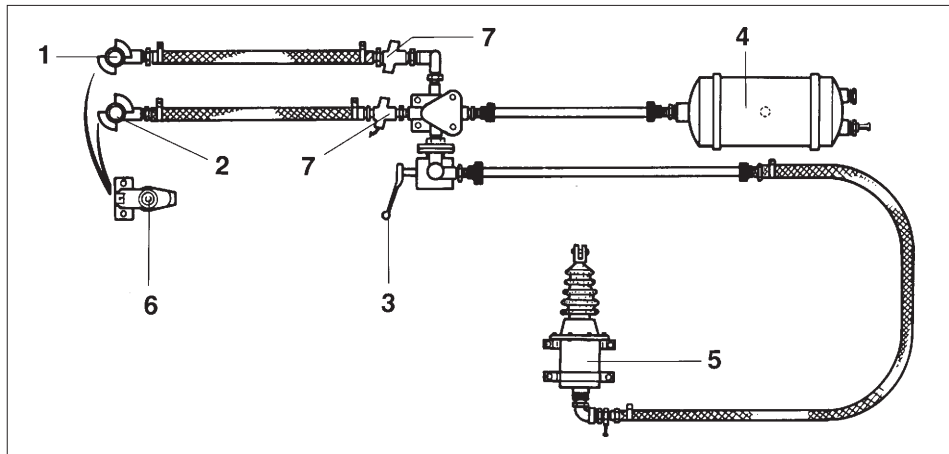

Fig. 17.6
Följande kontroll-, skötsel- och underhållsschema gäller i allmänhet. Tryckluftbromssystemet på Din bulkspridare kan avvika från systemet enligt bild 17.6. För vidare information – kontakta en specialverkstad eller tillverkarens serviceorganisation.
2. Se till att slangarnas snabbkopplingar är rena och att de blir korrekt anslutna. Snabbkopplingen för bromsledningen (bild 17.6/1) är markerad med gul färg! Snabbkopplingen för tanken (bild 17.6/2) är markerad med röd färg.
4. Kontrollera inställningen på bromskraftsregleringen (bild 17.6/3)!
5. Vid behov, töm ut kondensvatten från tryckluftstanken (bild 17.6/4)!
7. Kontrollera bromscylinderns kolvrörelse! Kolvrörelsen på bromscylindern (bild 17.6/5) får endast vara utnyttjad till 2/3 annars skall bromsarna justeras! Byt ut skadade dammskyddsgummi!
8. Vid frångoppling skall snabbkopplingarna stängas alt placeras i sina hållare (bild 17.6/6) på maskinen!
1. Kontrollera och rengör insatserna i rörledningsfiltren (bild 17.6/7)!